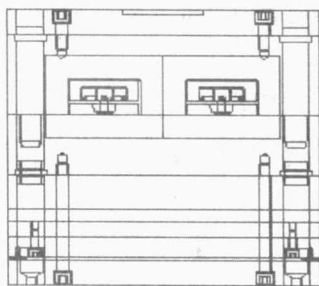
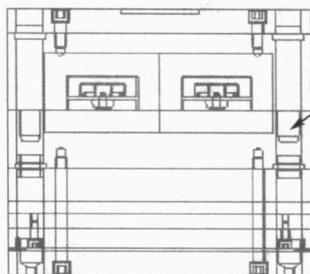

图 1-33 模架
图 1-34 导柱
⑧ 在编辑模架组件对话框上的 plate_h 下拉列表框选择厚度 66, 然后单击对话框上的“应用”按钮。
⑨ 单击编辑模架组件对话框上的“取消”按钮, 此时创建的模架如图 1-33 所示。此时从图上可以发现导柱不够长, 如图 1-34 所示。